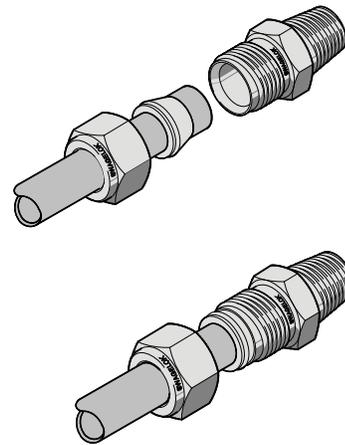

図 15: 予備締めしたアセンブリーを継手ボディに取り付ける
1. ナットを継手ボディにねじ込み、指締めします (図 15)。